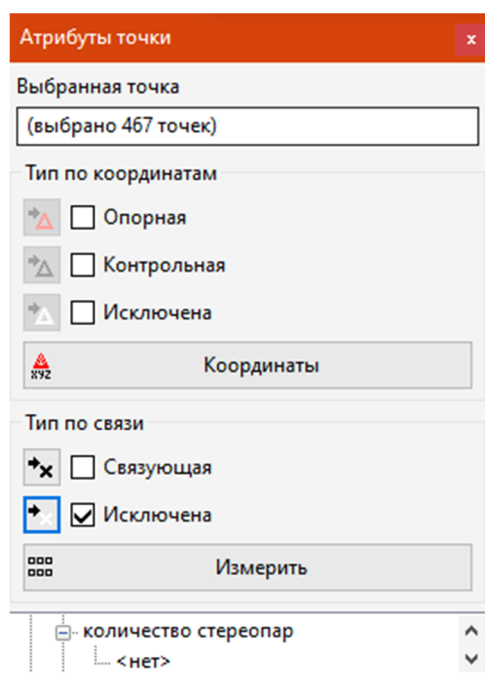

Рис. 37. Окно *Атрибуты точки*
- исключить их из уравнивания (тип по связи *Исключена*), как на рис. 37.